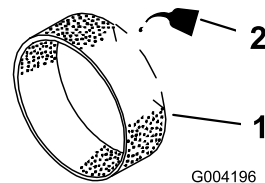

Figura 14
3. Coloque 30 ou 60 ml de óleo no filtro prévio (Figura 14).